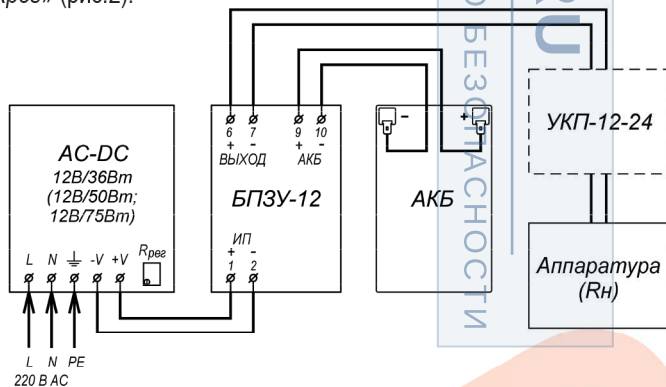
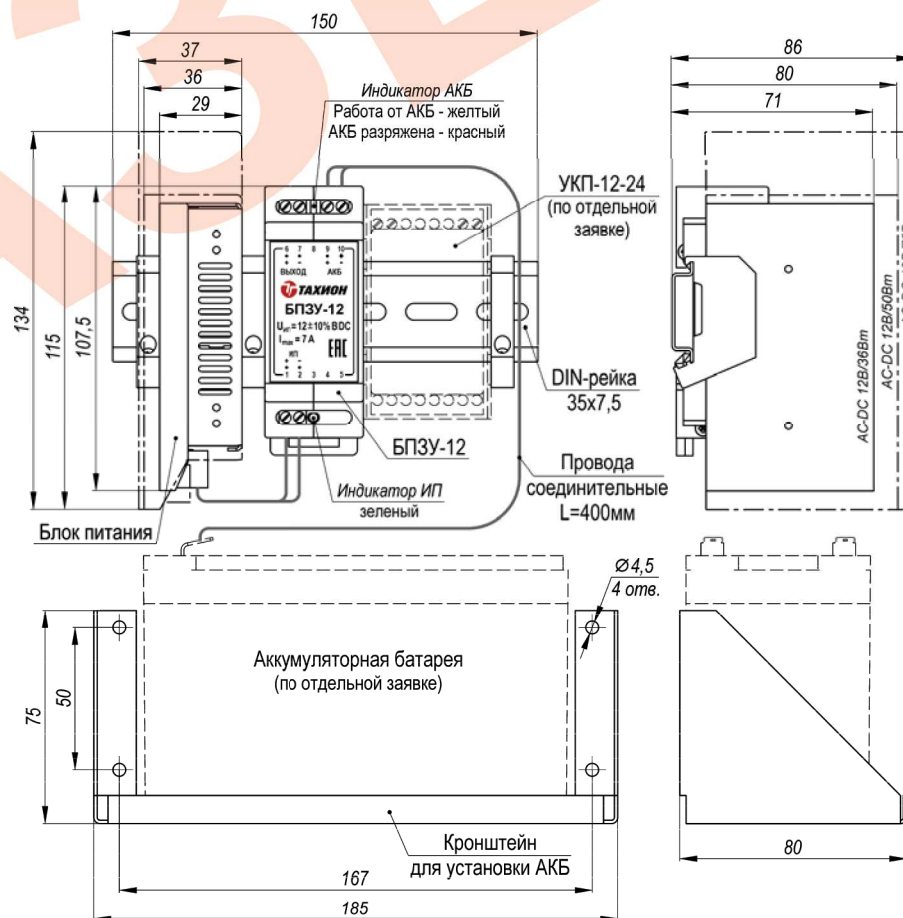

Рис.2 Схема электрическая принципиальная
Рис.1 Устройство, габаритные и установочные размеры
Подключение цепей изделий производится в соответствии со схемой электрической принципиальной (рис.2). Для подключения необходимо:
2. Установить аккумуляторную батарею на кронштейн (см. рис.1) и подключить ее проводами соединительными к контактам 9 (+) и 10 (-) БПЗУ-12, соблюдая полярность.
4. Подать трехпроводным кабелем напряжение питания 220В AC на соответствующие контакты блока питания, при этом фазный провод (L) соединить с контактом L, нулевой провод (N) с контактом N, а провод заземления соединить с контактом PE.
5. При необходимости отрегулировать значение выходного напряжения при помощи потенциометра «R_{рег}» (рис.2).
- Габаритные размеры см. рис.1
Устройство изделия приведено на рис.1, схема подключения на рис.2.